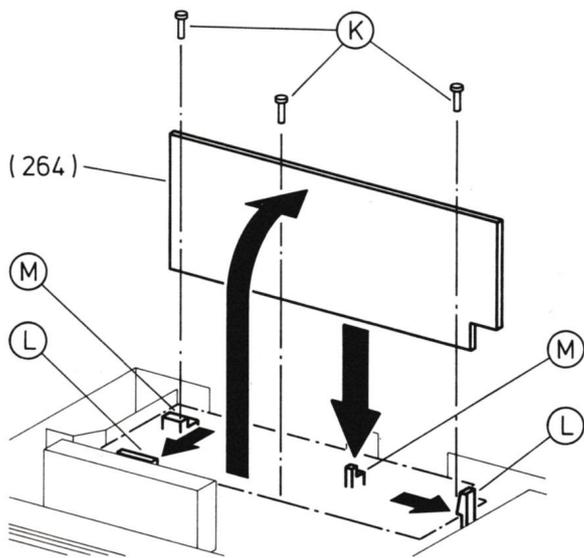

Fig. 7
Enlever les trois vis (K) et défaire les languettes de maintien (L) (fig.7).
Faire pivoter le C.I. Hifi stéréo vers le haut puis l'insérer dans les évidements (M) (fig.7).